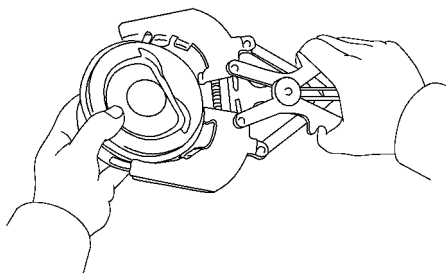

图 1-115 拆下第一和第二道活塞环
1) 使用活塞环扩张器拆下第一和第二道活塞环，如图 1-115 所示。